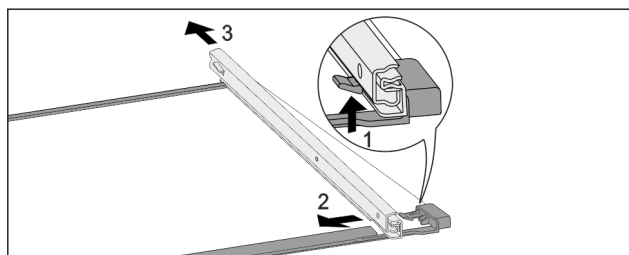

Fig. 180 Ripiano in vetro con guide
- ▶ Premere il gancio di fermo anteriore verso l'alto. Fig. 180 (1)
- ▶ Far scorrere la guida estraibile di lato Fig. 180 (2) e verso il lato posteriore Fig. 180 (3).